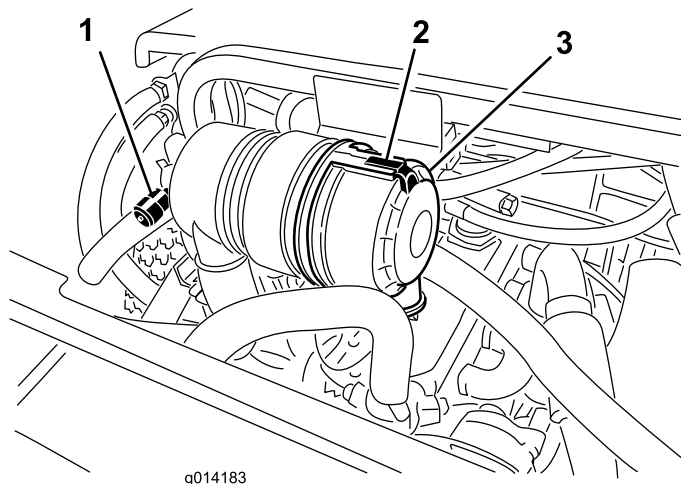

Figura 25
Faça a manutenção ao filtro de ar apenas quando o indicador de manutenção (Figura 25) o exigir. Mudar o filtro de ar antes de ser necessário apenas aumenta a possibilidade de entrar sujeidade no motor quando se retira o filtro.
1. Liberte o trinco que fixa a cobertura do filtro de ar ao respectivo corpo (Figura 25).